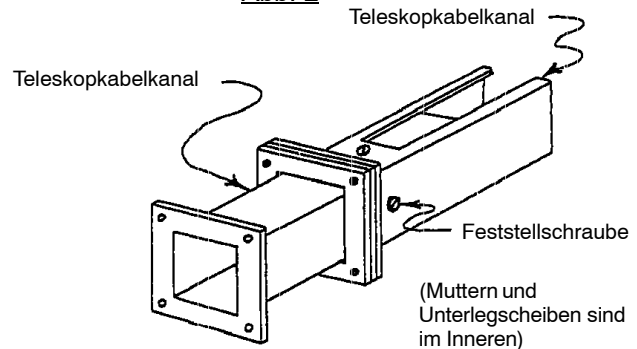

Abb. 4
**Methode I:** Stellen Sie den Teleskopkanal auf die gewünschte Länge ein und bohren Sie auf beiden Seiten und am Kanalboden durch den ausziehbaren und feststehenden Teil des Kanals Löcher mit einem Durchmesser von 0.25". Montieren Sie .25-20x.5 Schrauben von außen durch die Löcher; Montieren Sie Hutmuttern und Unterlegscheiben wie in Abb. 4 beschrieben.